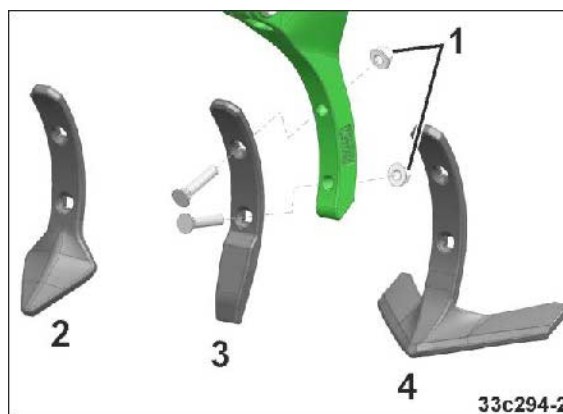

Fig. 167
1. Løsne festemutrene (Fig. 167/1)
3. Trekk til festemutrene (Fig. 167/1).
Vingeskjær (Fig. 167/4)	stor
Gåsefotskjær (Fig. 167/2)	↓
Smalt skjær (Fig. 167/3)	liten